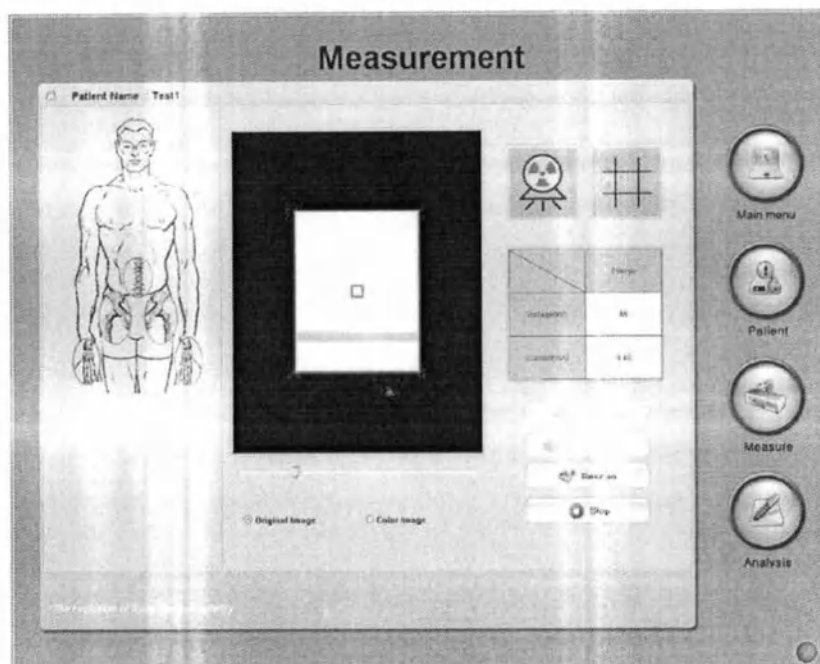

Рис. 14 Экран повторного сканирования
- (12) Если позиция установлена не должным образом, нажмите кнопку Повторное сканирование (Rescan), текущее измерение будет остановлено и появится экран, показанный ниже (см. рис. 14).